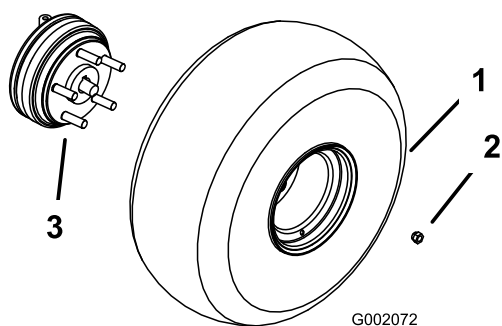

Figure 3
3. Montez les roues avec les fixations retirées précédemment (Figure 3) et serrez les à 61-88 Nm.